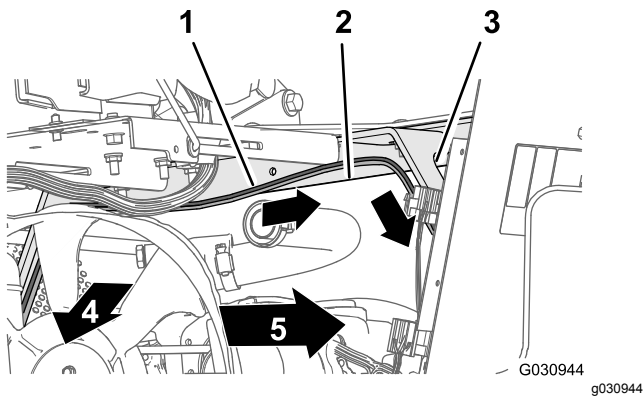

Figura 110
2. Passe a secção com 165 cm da cablagem através do lado da caixa do banco e para baixo ao lado do suporte esquerdo para o resguardo do motor (**Figura 110**).